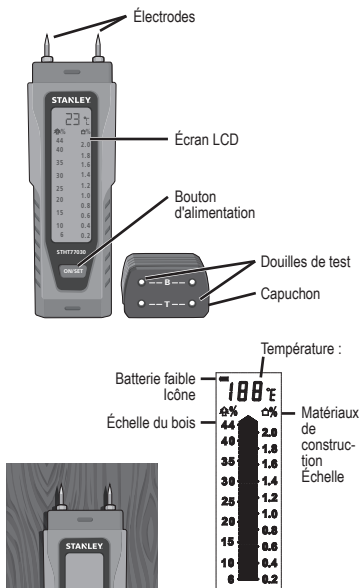

Figure 1
- Dans le bois, effectuez la mesure en travers du grain (Figure 1).